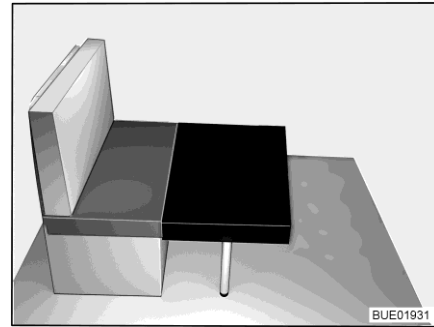

Bild 58 Umbau (1)
- Das kleine Zusatzpolster vor dem Sitzpolster der Sitzbank auf den Tisch legen (siehe Bild 58).